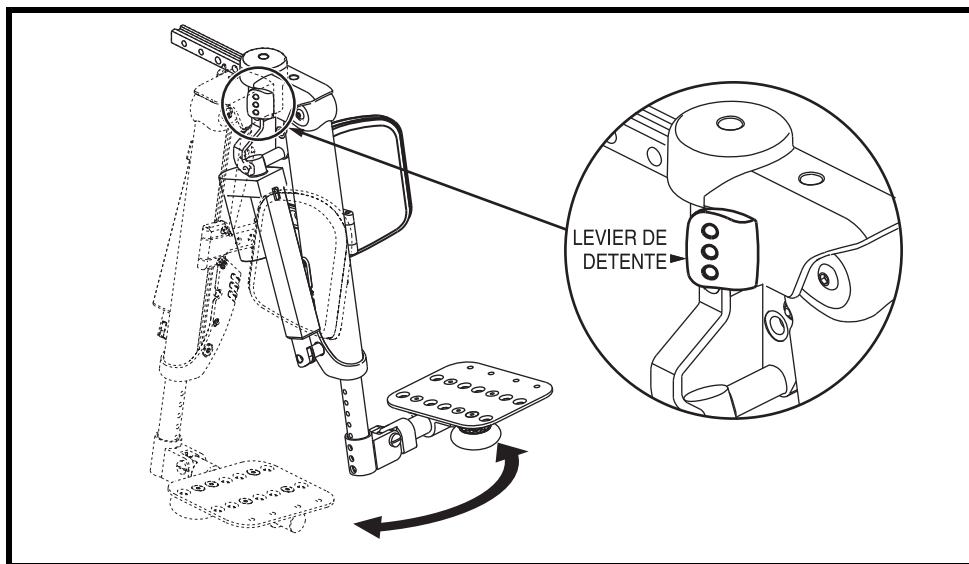

Figure 14. Appui-jambe motorisé articulé rétractable
1. Pesez sur le levier de détente. **Voir la figure 14.**